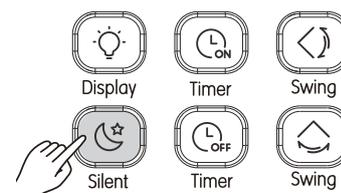

Figura 3.15
- 1) Quando a unidade estiver no modo Cool (Frio) ou Heat (Quente), pressione  (Figura 3.15) para iniciar a função de silêncio. O display exibe o ícone .